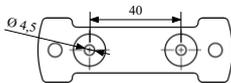

Рисунок 1
- а) закрепить на потолке или стене планку крепежную (рисунок 1), входящую в комплектность, при помощи двух шурупов. Рекомендуется применять шурупы 4 × 30;